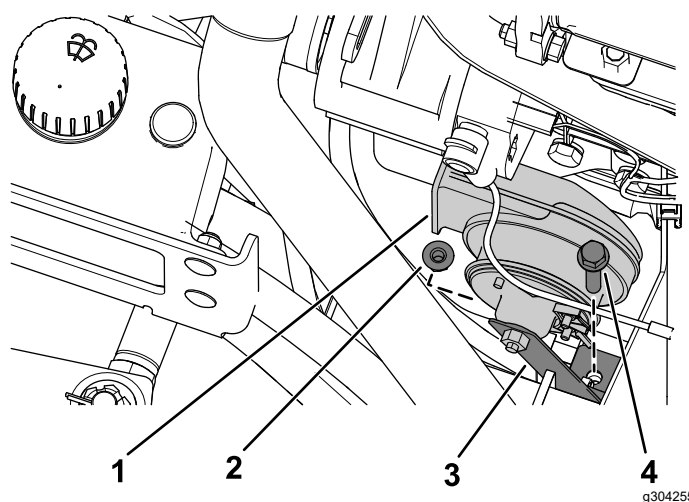

Figura 33
13. Fissate l'avvisatore acustico alla sua staffa di montaggio con il bullone e il dado rimossi in precedenza (Figura 33).